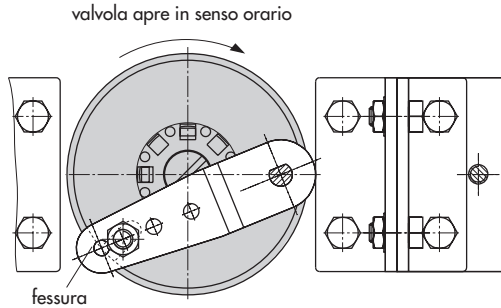

Fig. 8 - Montaggio su attuatori rotativi
1. Disporre il blocco di trasmissione (3) sull'alberino scanalato dell'attuatore o sull'elemento distanziatore (5).
2. Inserire il disco di accoppiamento (4) con il lato piatto verso l'attuatore sul blocco (3). Vedere Fig. 8 per allineare la fessura affinché corrisponda alla direzione di rotazione quando la valvola è in chiusura.
5. Montare la piastra di fissaggio (6) o il supporto (7) con i manometri, con attenzione a entrambi gli O-ring. Per il montaggio del posizionatore su
6. Svitare il perno di trasmissione standard (2) dalla leva **M** (1) del posizionatore. Usare il perno metallico (Ø5) incluso nel kit di montaggio ed avvitarlo bene nel foro per posizione perno 90°.
7. Disporre il posizionatore sulle staffe superiori (10) e avvitare bene. Considerando la direzione di rotazione dell'attuatore, regolare la leva (1) in modo che si agganci nella fessura del disco (4) con il suo perno (vedi Fig. 8). Assicurarsi che la leva (1) sia parallela al lato lungo quando l'attuatore è a metà del suo angolo di rotazione.